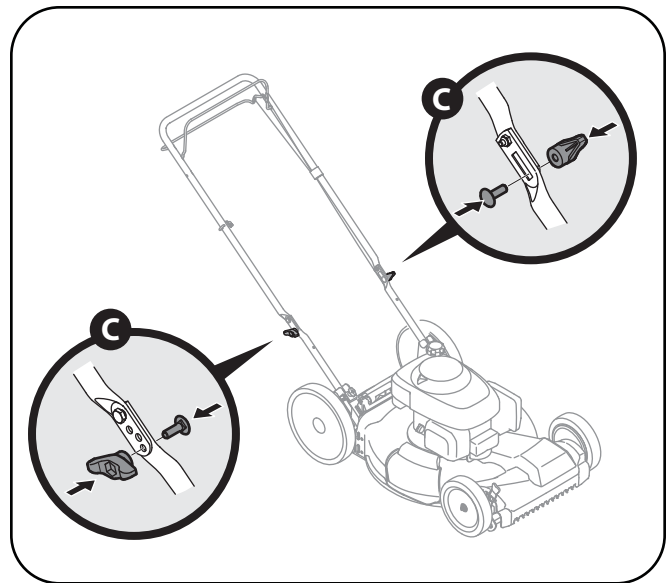

Figure 3-5
- c. Remettez les écrous à oreilles et les boulons ordinaires dans les trous inférieurs du guidon, comme à la Fig. 3-5.